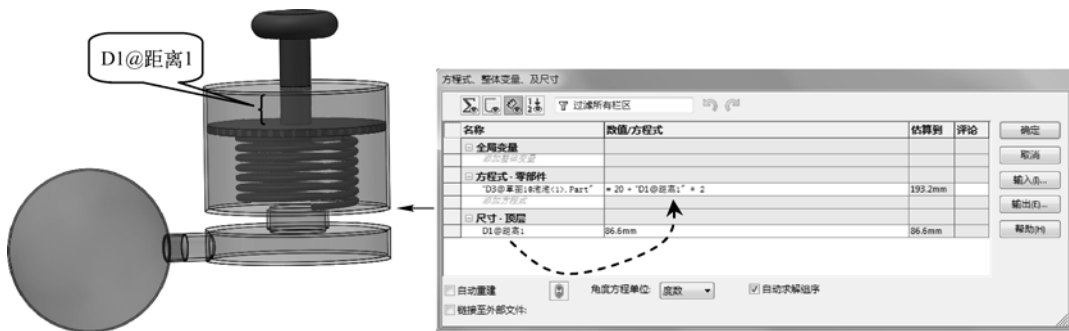

图 5-45 添加方程式
STEP 2 选择“工具”>“方程式”菜单命令,打开“方程式*****”对话框,将光标置于“方程式·零部件”栏,然后单击“R30”尺寸,设置其数值为“= 20 + "D1@距离 1" * 2”,即重新生成动画,播放动画可见到需要的效果,如图 5-45 所示。